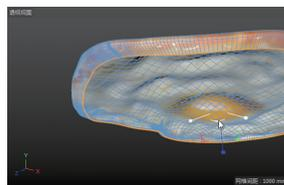

图 5-45
**04** 单击“缩放”按钮, 将轮廓向内部缩放，如图 5-45 所示。